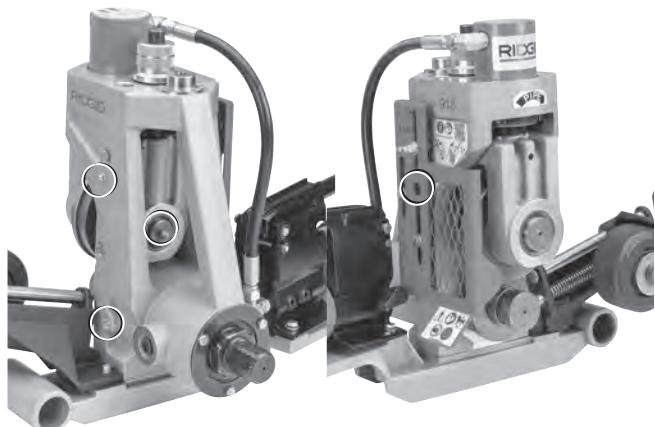

Figura 23 – Puntos de engrase
- Lubrique la ranuradora en los puntos de engrase (vea la Figura 23). Agregue grasa hasta que se rebalse levemente.